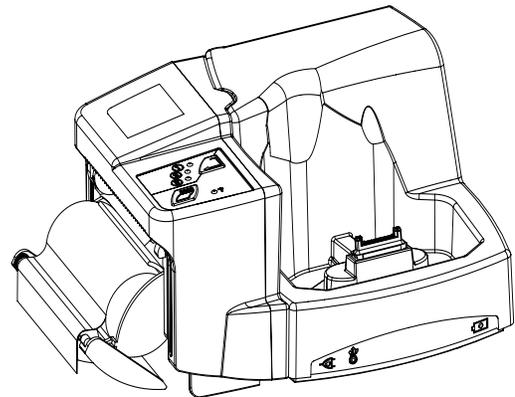

Abbildung 6-6C: Papierrolle in den Halter einlegen
4. Die Papierrolle so in den Halter einlegen, dass das Papier wie in Abbildung 6-6C dargestellt verläuft, d.h. das freie Ende hängt über die Oberseite der Rolle und die Gummiwalze.